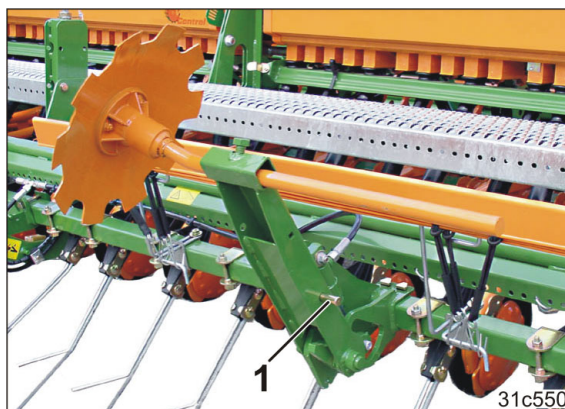

Fig. 201
2. Tenir le support du disque traceur, enlever l'axe (Fig. 201/1) et pivoter le support du disque traceur vers le bas.